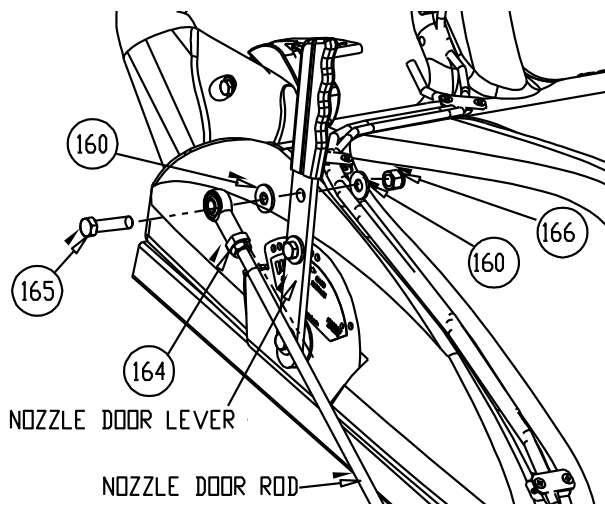

Fig. 5
7. Fissare all'asta l'estremità dell'asta (v. Fig. 5, pagina successiva).